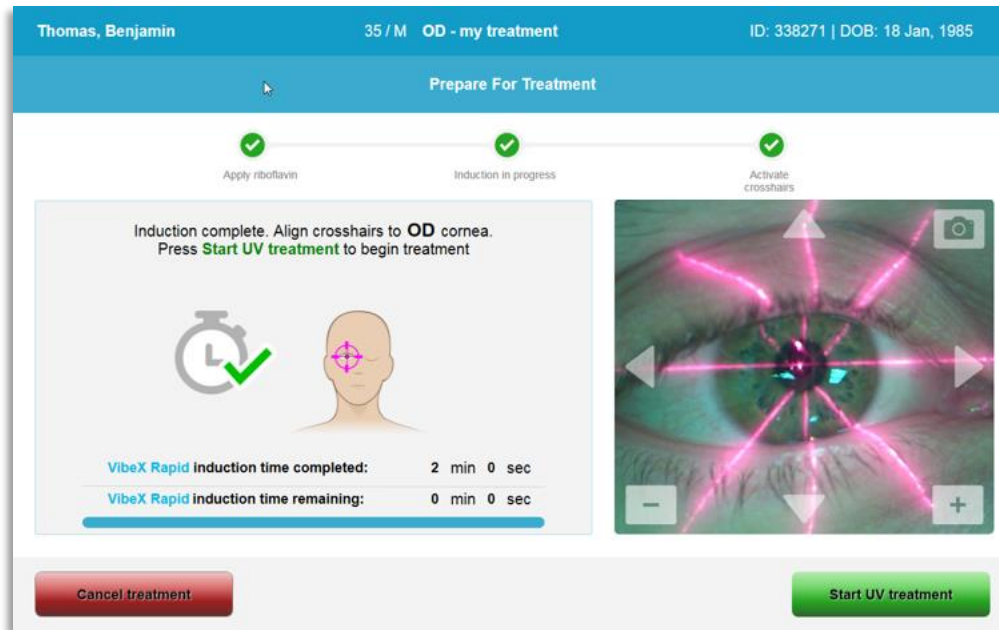

Figura 3-25. Iniciar el tratamiento UV
- Una vez que la aplicación de riboflavina, la inducción y la alineación de la retina hayan finalizado, inicie el tratamiento pulsando el botón "Iniciar tratamiento UV" (Start UV treatment), tal como se muestra en la figura 3-25.